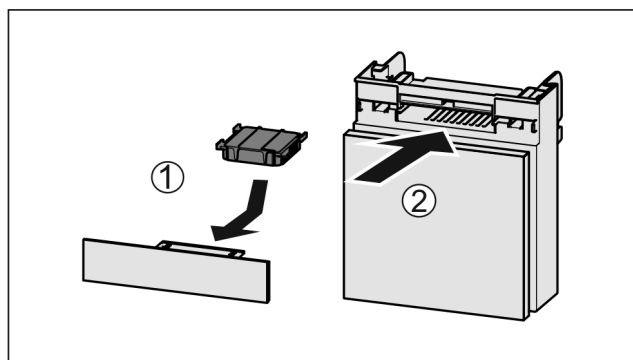

Fig. 104
- Actiefkoolfilter overeenkomstig afbeelding aanbrengen Fig. 104 (1).
- Lade erin schuiven Fig. 104 (2).